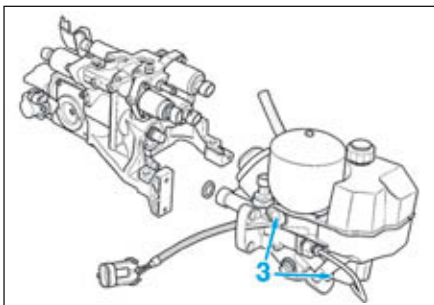

FIG.68
- Déposer les vis de fixation (3) (Fig.68) du réservoir.